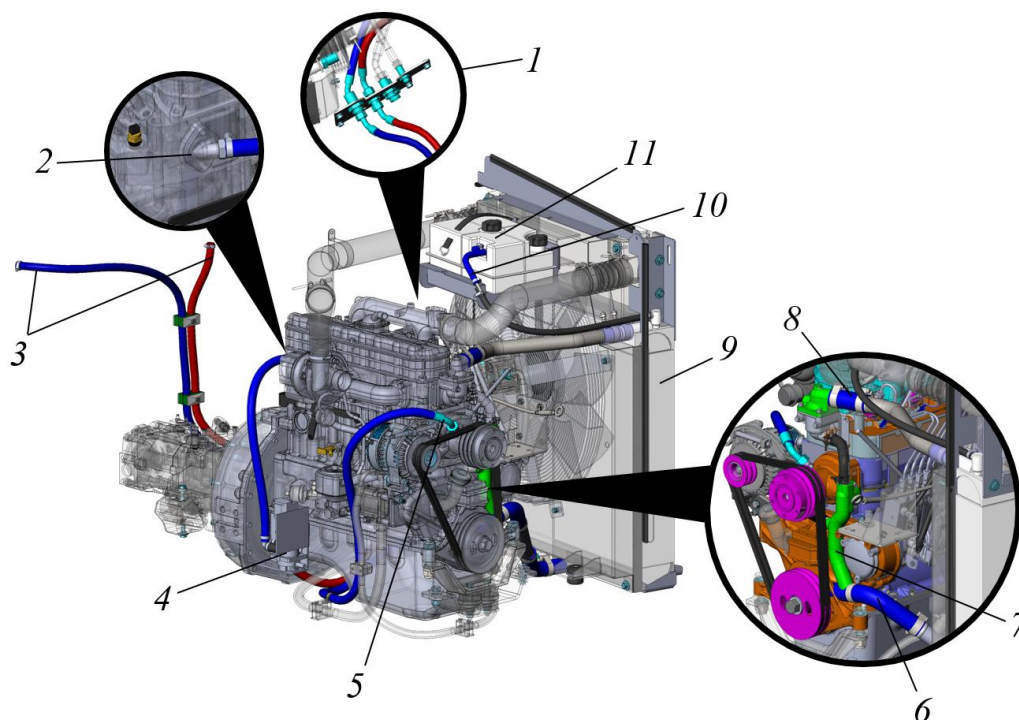

Рисунок 5.31. Система охлаждения
- ▶ Осмотреть блок радиаторов, трубопроводы, места подключения к блоку радиаторов, к двигателю, прокладку трубопроводов по машине на предмет наличия протечек и повреждений, см. рис. 5.31.